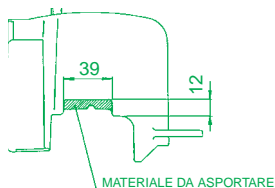

Fig. 1
- Inserire la guarnizione di testa (9) e la testa (7) sui prigionieri fino a battuta col cilindro.
- Montare la cuffia sul cilindro (modificata come indicato in Fig. 1), il convogliatore e la nuova candela (vedi sezione “Consigli importanti”).